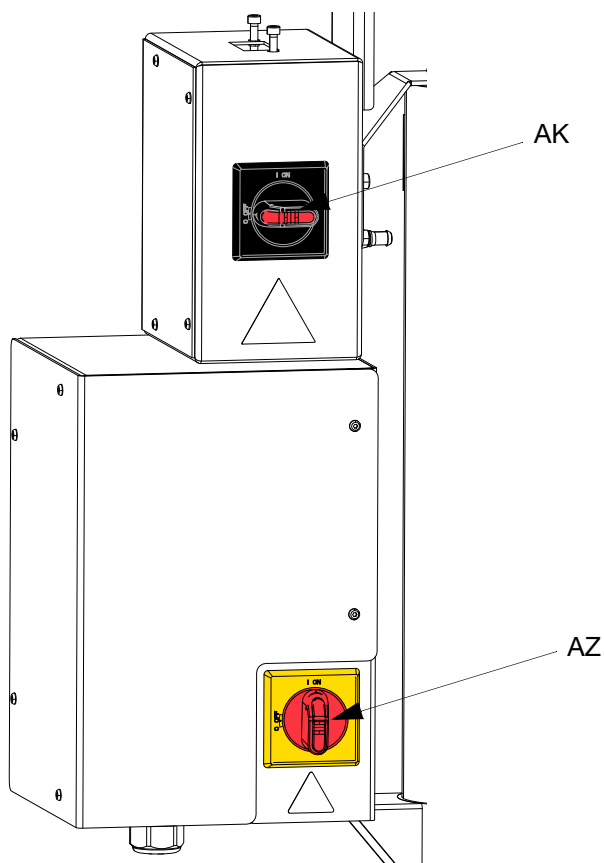
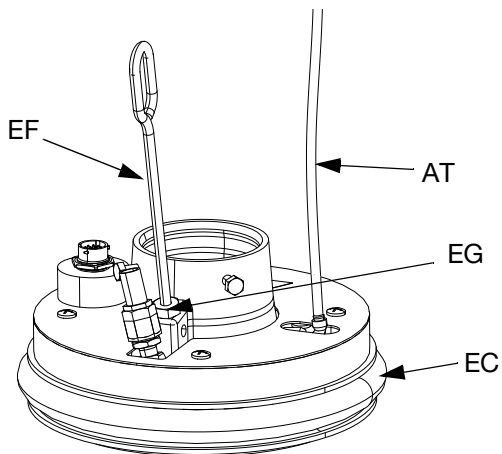

图 37。电源断连
图 40
当泵升起时，若压盘 (AD) 难以退出料桶，可能是空气辅助管 (AT) 或止回阀 (416) 堵塞。堵塞的止回阀阻止了有助于压盘升出料桶的空气到达压盘下侧。请参见图 40（第 44）。
1. 关闭电动驱动器 (AB) 的电源：
- a. 如果使用常温单柱塞供料系统，请关闭红色断连开关 (AZ)。参见图 37。
- b. 如果使用加热单柱塞供料系统，请关闭黑色的电源接线盒开关 (AK)。参见图 37。
- c. 如果使用常温串联柱塞供料系统，请关闭仅需要更换料桶的柱塞供料装置上的红色电源接线盒开关 (AK)。参见图 37。
- d. 如果使用加热串联柱塞供料系统，请关闭仅需要更换料桶的柱塞供料装置上的黑色断连开关 (AZ)。参见图 37。